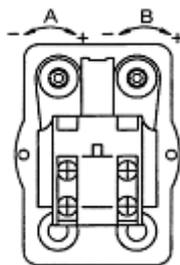

Рис. 7.26
- проверьте автомат давления и, если это необходимо, устраните обнаруженную неисправность (рис. 7.26). Снимите крышку с автомата давления. Для регулировки максимального давления вращайте винты “А” и “В”. Вращение винтов по часовой стрелке увеличивает давление, вращение винтов против часовой стрелки уменьшает давление;